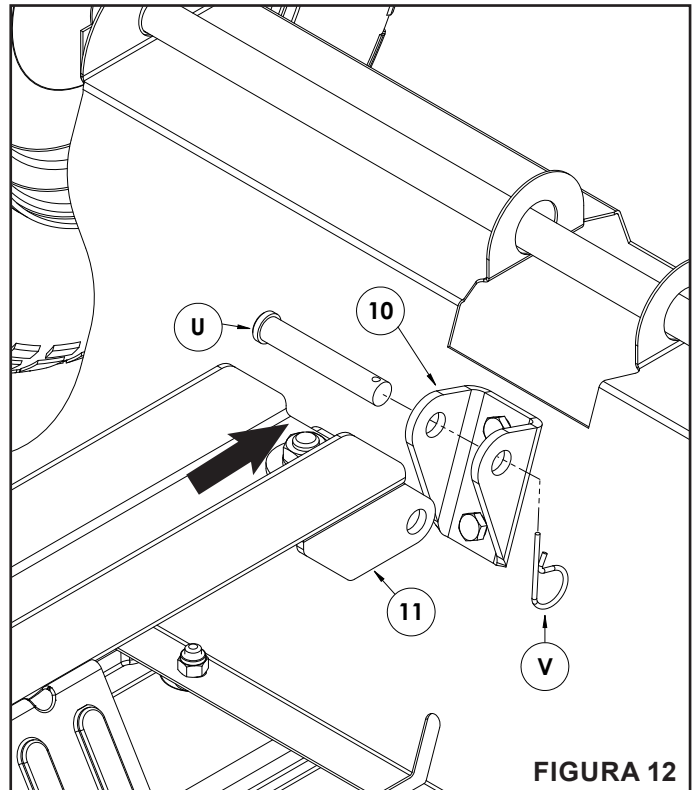

FIGURA 12
PASO 12: (VER FIGURA 12)
- Instale la horquilla de pivote (11) sobre la horquilla de descarga (10).
- Asegure con un pasador de horquilla de 2-3/4" (U) y una chaveta tipo clip de 1.81" (V).